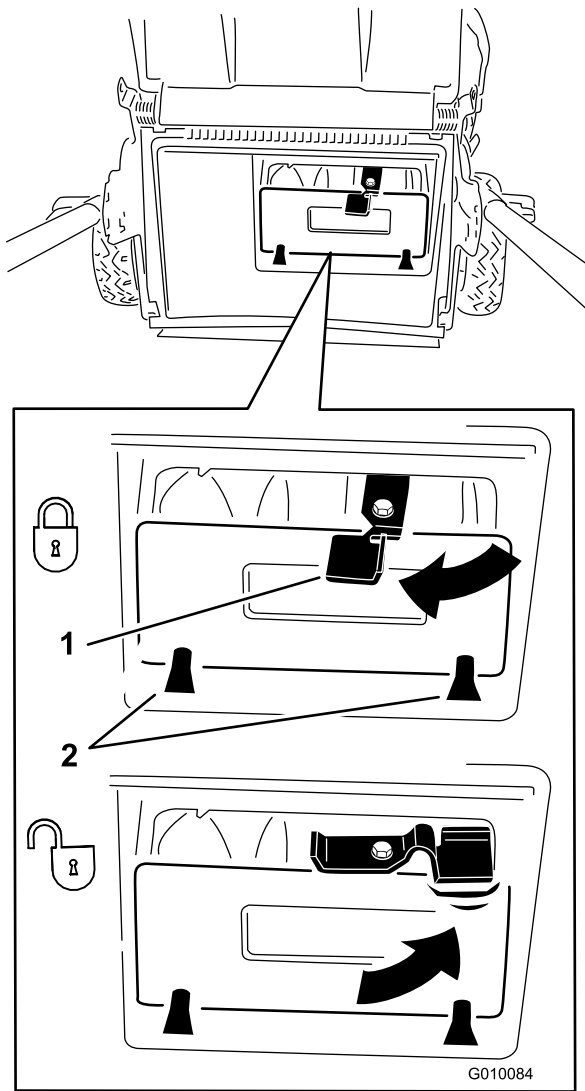

Figura 26
**Importante:** Asegúrese de que el tapón de descarga trasera está bloqueado en su sitio. Para bloquear el tapón, presione firmemente hasta que encaje en su lugar detrás de las pestañas, y gire la palanca del tapón a la izquierda (Figura 26).
**Nota:** Para desbloquear el tapón, gire la palanca del tapón a la derecha (Figura 26).
presione firmemente hasta que encaje detrás de las pestañas, y gire la palanca del tapón a la izquierda (Figura 26).